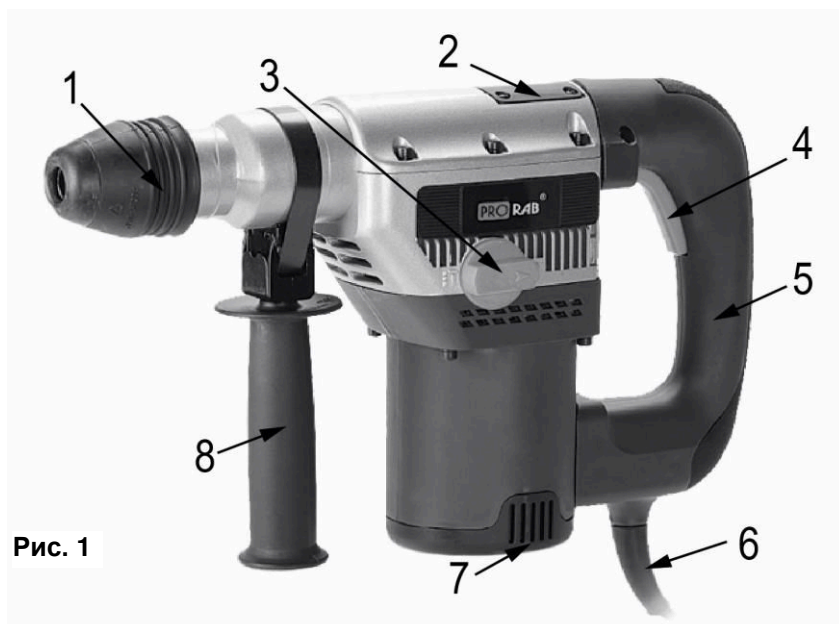

Рис. 1
- Настоятельно рекомендуется использовать дополнительную (боковую) рукоятку (8)(См. Рис.1) во время работы. Точный контроль над инструментом значительно повышает безопасность и удобство работы.
- Установите боковую рукоятку (8)(См. Рис.1) на ствол перфоратора.
- **Чтобы включить перфоратор**, нажмите на клавишу выключателя (4)(См. Рис.1).
- Используя рукоятку переключателя режима работы (3)(См. Рис.1) можно установить несколько режимов работы перфоратора: